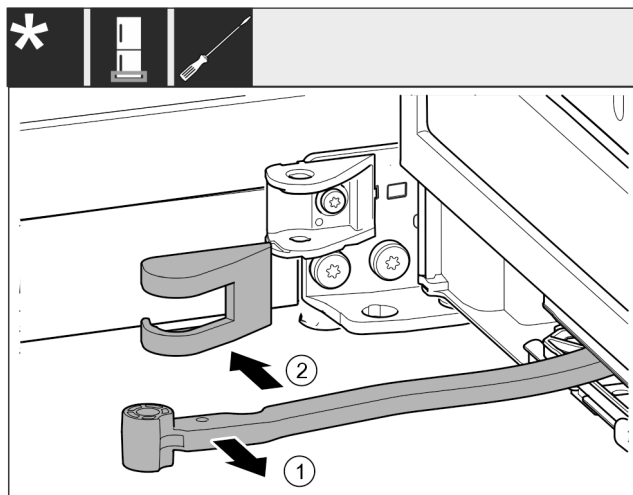

Fig. 19
- ▶ Поверните шарнир Fig. 19 (1) в направлении двери.
- ▶ Снимите крышку опорного кронштейна Fig. 19 (2).